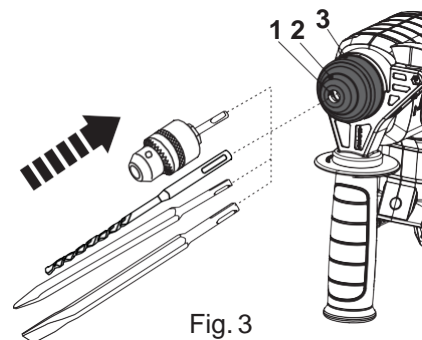

Fig. 3
2. Inserte la broca/cinzel SDS-plus con un movimiento de giro hasta el fondo del portabrocas (1) de manera que quede encajado (Fig. 3).